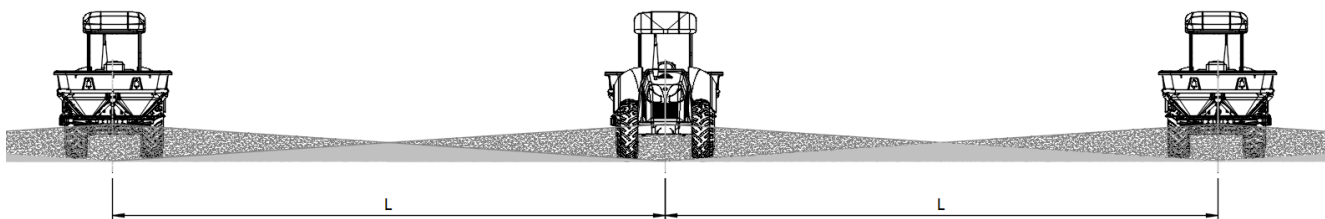

Figure 4.8 - Ex. d'épandage dans un triangle - 100% de chevauchement
La machine peut être utilisée pour l'épandage sur toute la largeur (L) sans utiliser les dispositifs présentés ci-dessus. Pour ce type de travail, qui est le plus courant, la machine réalise un schéma d'épandage identique à celui de la figure suivante (figure 4.8), généralement en forme de triangle, avec un chevauchement d'environ 100 %.